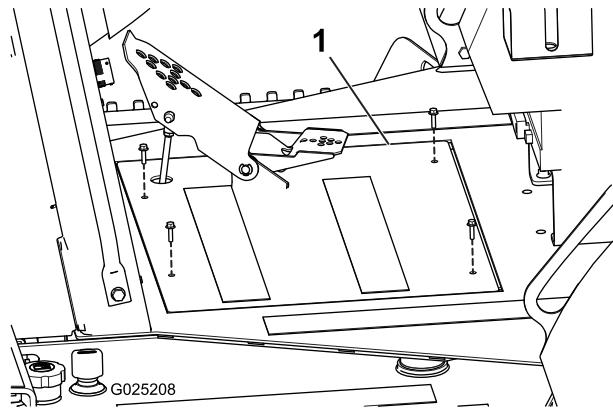

図3. フットプレート
2. フットプレートをフレームに固定しているボルト (4本) を外してプレートを外す図3。